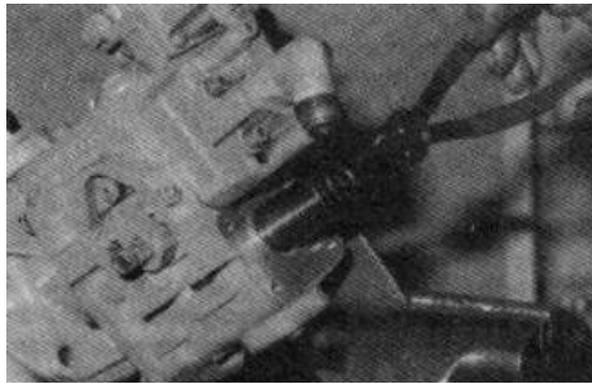

FIGURA 2.13 DESMONTAJE DEL RESORTE DEL GOBERNADOR
7. Usando unas pinzas para anillos de resorte, desmontar el anillo de resorte del paquete de calzas del gobernador, el ensamble de la guía del resorte y el ensamble del paquete de calzas, sacándolos del alojamiento, teniendo cuidado de que no se caiga el botón del émbolo de resorte de marcha en vacío (figura 2.13).